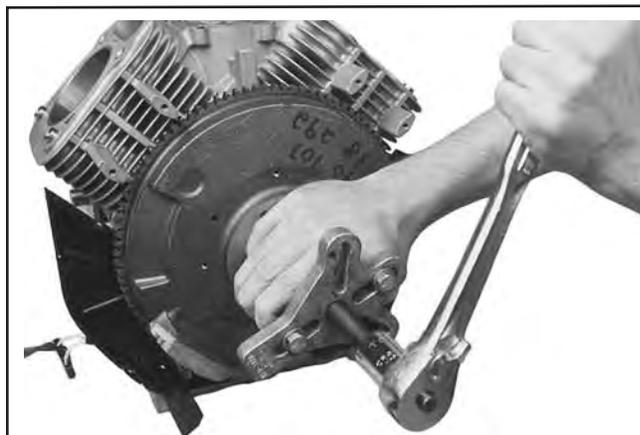

Abbildung 9-63. Abnahme des Schwungrads mit Abzieher.
3. Das Schwungrad mit einem Abzieher von der Kurbelwelle abnehmen. Siehe Abbildung 9-63.